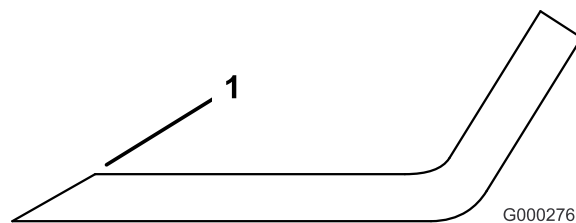

図 102
3. 全部のブレードの切っ先を丁寧に点検する。切っ先が鈍くなっていたり欠けていたりした場合には研磨する。研磨は刃先の上面だけに行い、刃の元々の角度を変えないように十分注意する（図 102）。ブレードの左右を均等に削れば、バランスを狂わすことなく研磨を行うことができる。
ブレードの磨耗を放置すると、ブレードのセール部と平坦部との間に割れ目が発生する（図 102）。この割れ目が拡大すると、最終的にはブレードがちぎれてハウジングの下から飛び出し、これがオペレータや周囲の人に重大な人身事故となる。